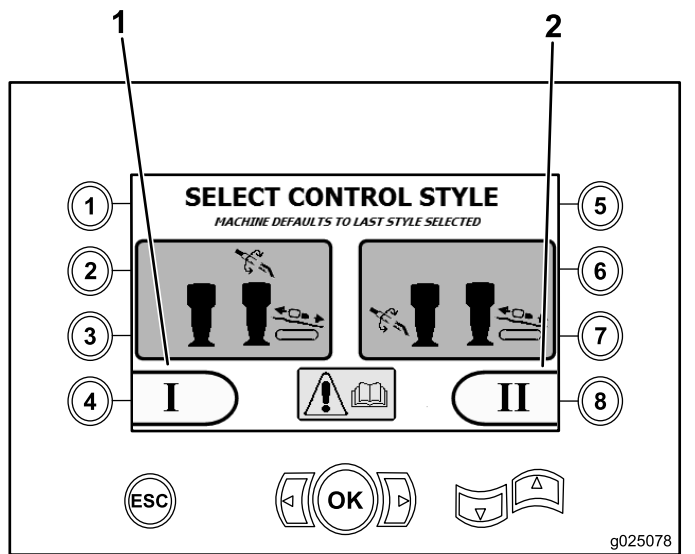

Рисунок 9
- Режим I: правый джойстик — управление функциями бурения, левый джойстик — управление загрузчиком труб и функциями ключей (Рисунок 9).
Для выбора этого режима нажмите кнопку 4 (Рисунок 9).
- Режим II так распределяет функции бурения, ключей и загрузки труб между левым и правым джойстиком (Рисунок 9). Управление осевым усилием будет на ПРАВОМ джойстике, а управление вращением – на ЛЕВОМ джойстике.
Для выбора этого режима нажмите кнопку 8 (Рисунок 9).